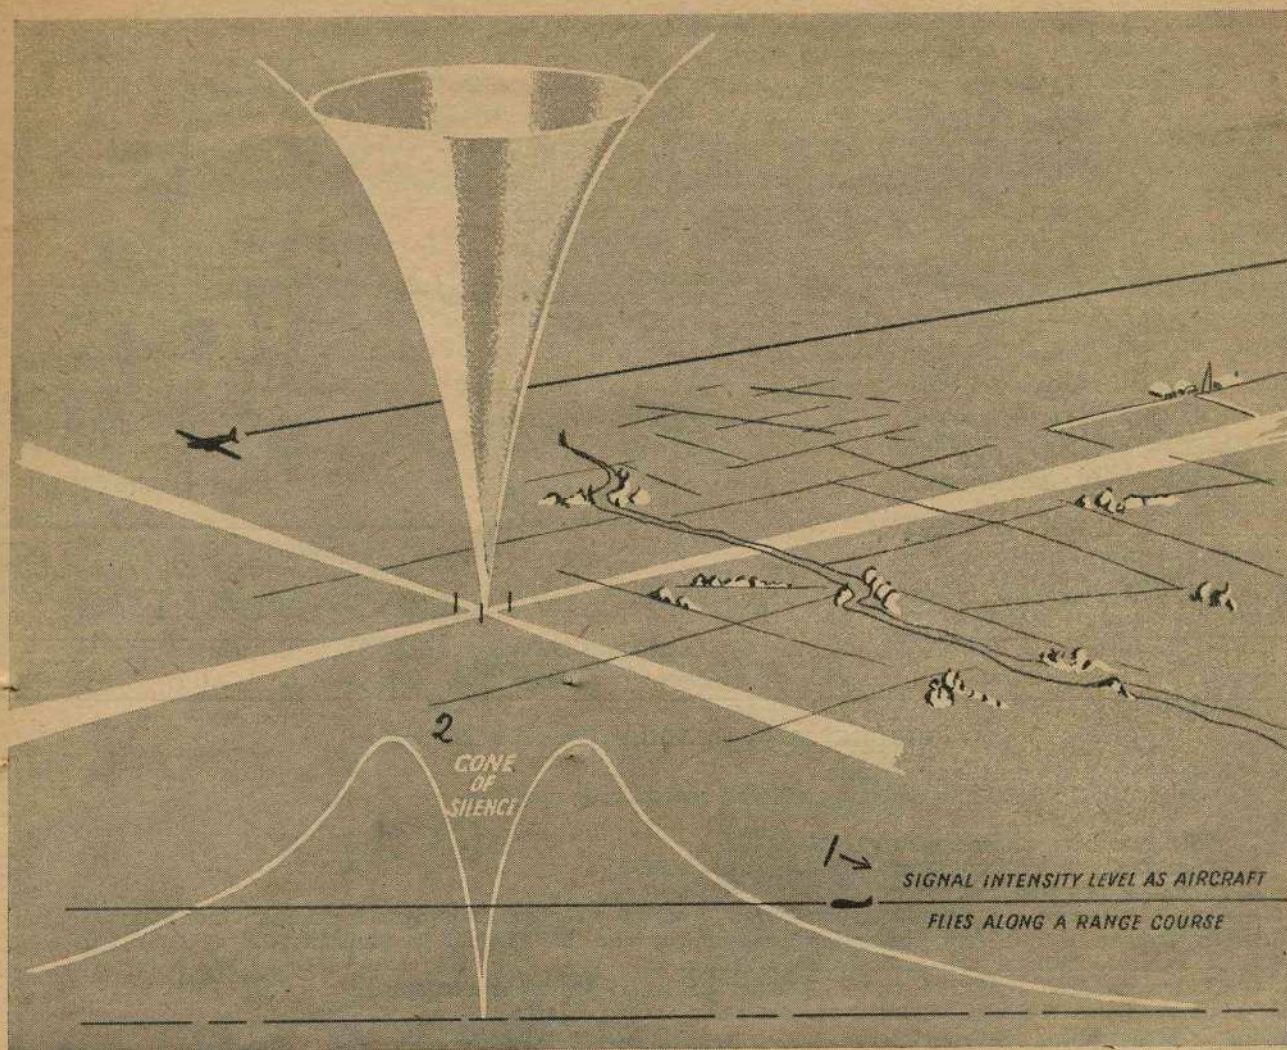

FIGURE 12. — CONE DE SILENCE
e) Juste au-dessus de la station se trouve une zone de surface conique (le sommet du cône étant la station) où aucun signal n'est reçu, car, les signaux émis par les deux systèmes d'antennes s'annulent les uns les autres. On l'appelle le cône du silence. En volant vers le radio-phare sur l'axe, l'intensité des signaux augmente graduellement pour augmenter rapidement à une distance relativement courte de la station. Quand l'avion survole la station, les signaux s'évanouissent à la traversée du cône de silence, et réapparaissent de l'autre côté. (Voir Figure 12.) A moins que le récepteur ne soit exactement sur l'axe, les signaux ne disparaîtront pas complètement.